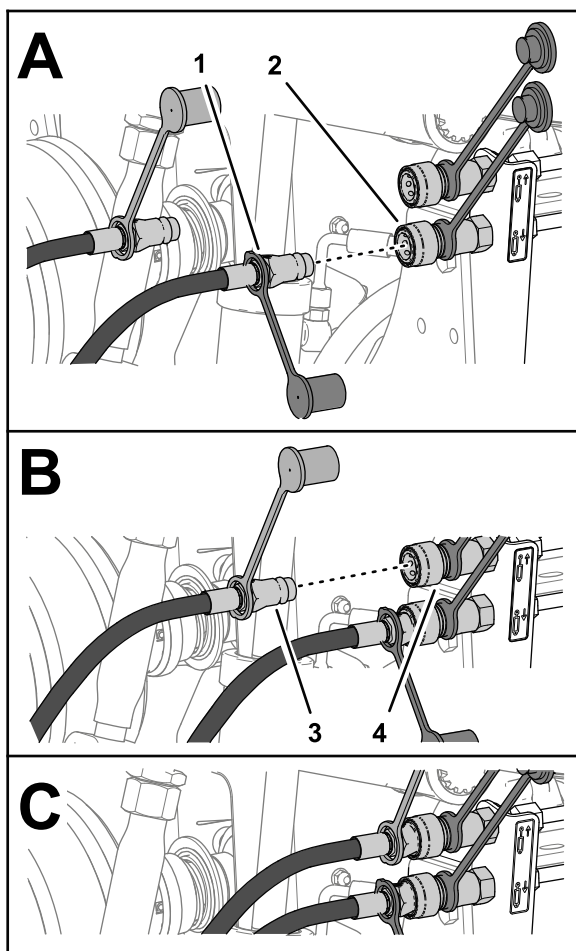

Figura 27
4. Collegate il flessibile di estensione del cilindro del raccordo ad innesto rapido al circuito di abbassamento dell'attrezzo posteriore del giunto a disinnesto rapido (Figura 27).